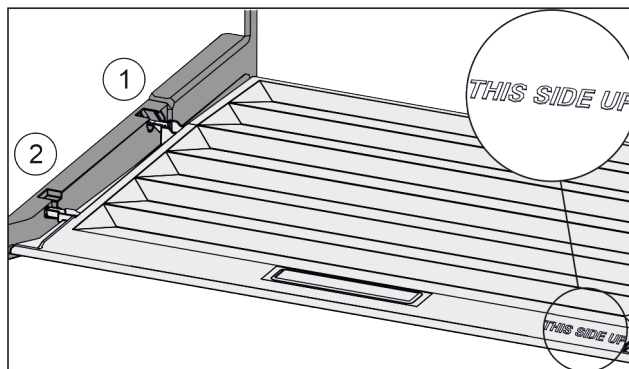

Fig. 138
- ▶ Introduceți nervura capacului prin orificiul suportului posterior Fig. 138 (1) și înclicetați-l în față în suport Fig. 138 (2).